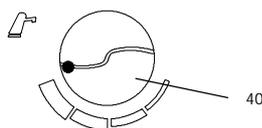
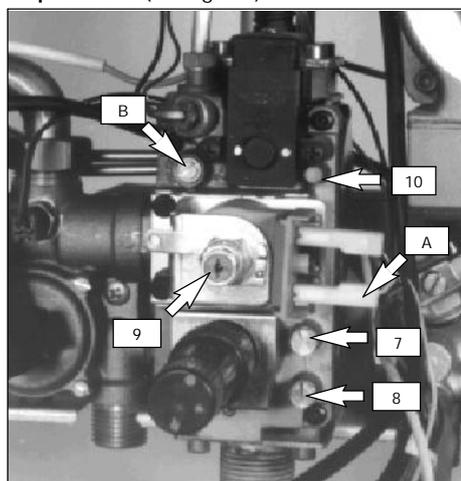

fig. 5.2
fig. 5.4
Dopo ogni misurazione delle pressioni gas, **richiudere bene** le prese di pressione utilizzate (8 e 7 in fig. 5.4).
- 3 A caldaia spenta (fuori servizio), controllare con un manometro la pressione di alimentazione utilizzando la presa pressione ingresso valvola gas (8 in fig. 5.4) e confrontare il valore letto con quelli riportati nella tabella **Pressioni di alimentazione gas** a pag. 4.
- 4 **Richiudere bene la presa di pressione (8)**
- 6 Posizionare la regolazione di temperatura sanitari (40) al massimo (fig. 5.2).
- 8 Prelevare un'abbondante quantità d'acqua calda sanitaria e confrontare quindi la massima portata di gas al contatore con i dati di tab. 5.1. Per controllare il relativo valore di pressione utilizzare la presa pressione uscita valvola gas (7 in fig. 5.4) e confrontare quest'ultimo valore con la stessa tabella. Per tarare la pressione al bruciatore agire sul dado in ottone dell'operatore modulante (9 in fig. 5.4).
- 9 Sconnettere il filo di alimentazione "A" dell'operatore modulante (9) della valvola gas (10) facendo attenzione che non vada a toccare le parti metalliche della caldaia (fig. 5.4).
Per tarare la pressione al bruciatore agire sul dado in plastica tenendo fermo il dado in ottone dell'operatore modulante (9 in fig. 5.4).
11 Ricollegare il filo di alimentazione "A" dell'operatore modulante e **richiudere la presa di pressione** (7 in fig. 5.4).
13 Per regolare la potenza della fiamma pilota agire con un cacciavite sulla vite di regolazione "B" (fig. 5.4).
- 3 Aprire la presa di pressione in uscita alla valvola gas (7 in fig. 5.4) e collegare un manometro.
ne del modulatore gas (9 in fig. 5.4), e di conseguenza, la pressione del gas al bruciatore.